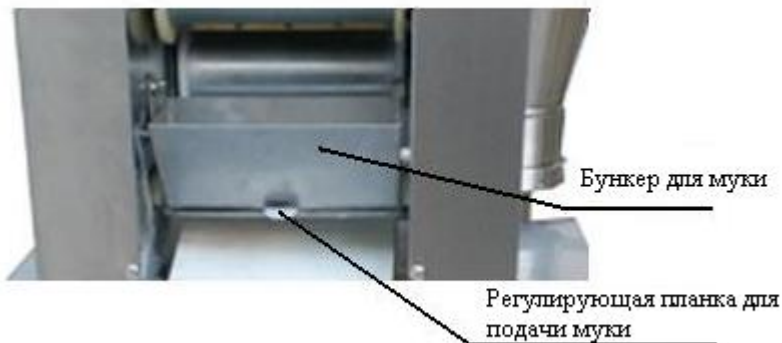

Рис. 7
- Вставить готовый фарш в фарше воронку, включить выключатель подачи фарша, отрегулируйте скорость подачи фарша до минимума. Наблюдайте за расходом фарша и его распределению по тесту трубке. При помощи регулировки добейтесь плавного и равномерного распространения и наполнения тесто-трубки фаршем. (а) Заполнить бункер подсыпки сухой муки (рис. 7) нажать кнопку запуска подачи теста. Следите за толщиной выходящего теста.
- (а) После того, когда пельмени без фарша соответствуют требованиям пользователя, включить выключатель подачи фарша, поворачивать кнопку для регулировки скорости подачи фарша (см. Рис.7), чтобы достигло до требующего пользователем объема фарша. 17